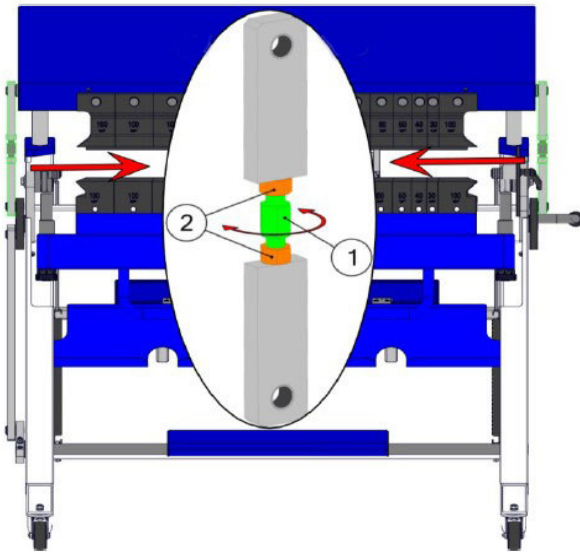

Abb. 8: Z-Achsen Einstellung / Blechdicke
- Bei der Einstellung der Z-Achse (Abb. 8) ist zu beachten, dass sich das zu biegende Blech nicht zwischen den Klemmbalken/Segmenten bewegen kann (Blechdicke).
- Sie können die Z-Achse nach oben oder unten justieren indem Sie die Einstellschraube 1 (Abb. 8) nach links oder rechts drehen.